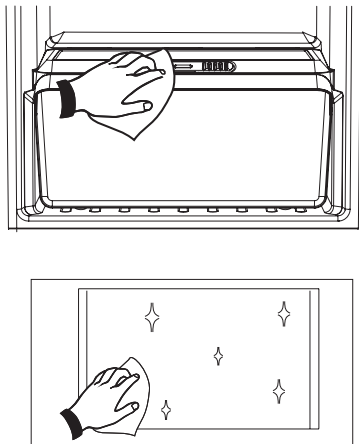

Fig.1
- La puerta, la manija del refrigerador y los acrílicos de las puertas se limpian con jabón líquido neutro, luego se enjuagan y se secan con un paño limpio. Ver Fig.1.